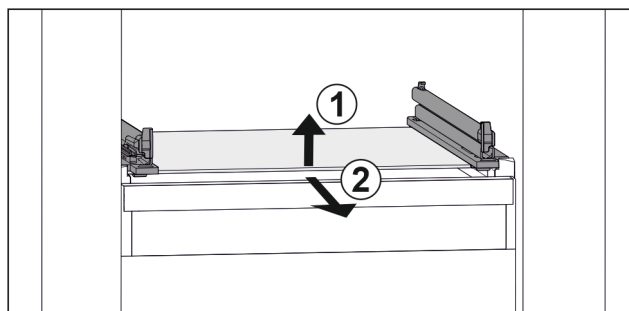

Fig. 100 Reprezentare exemplificativă a plăcii de sticlă
- ▶ Ridicați placa de sticlă din față. Fig. 100 (1)
- ▶ Extrageți placa de sticlă spre înainte. Fig. 100 (2)